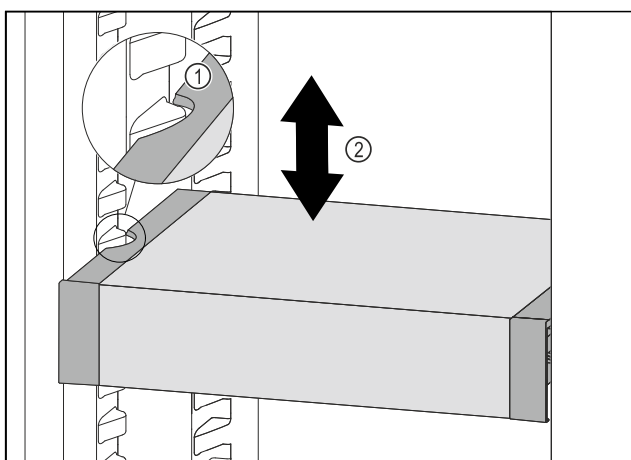

Fig. 118
- ▶ Táhněte VarioSafe dopředu, dokud nebudou boční vybrání VarioSafe na úrovni žebrování na nádoby v chladniče. Fig. 118 (1)
- ▶ Posouvejte VarioSafe v chladniče nahoru nebo dolů, dokud nedosáhnete požadované výšky. Fig. 118 (2)